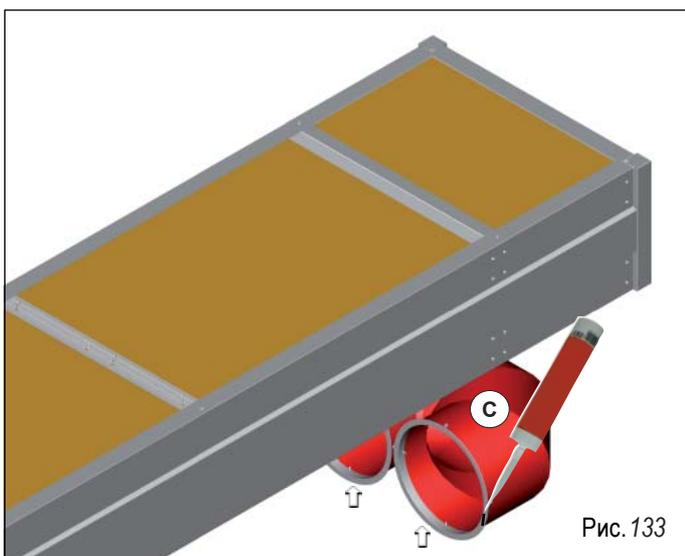
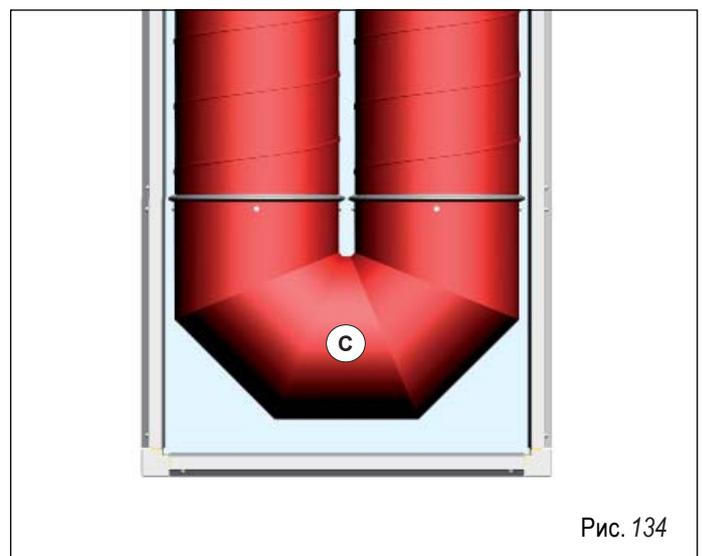

Рис. 133
Рис. 134
Нанести на обе стороны соединительных фланцев изгиба полоску силиконового герметика, как показано на рис. 133. Соединить фланцы изгиба (C) с фланцами первого участка теплоизлучающей ленты, вставить соединительное кольцо, закрепить с помощью гайки и контргайки два фланца. На рис. 134 показан оконечный модуль по окончании монтажа, вид снизу вверх.